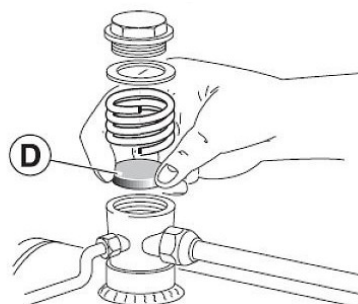

Fig. 18 : Élément d'étanchéité dans le clapet anti-retour
Étape 2 : Examiner le clapet de non-retour et remplacer l'élément d'étanchéité (Pos. D, Fig. 18) si nécessaire.